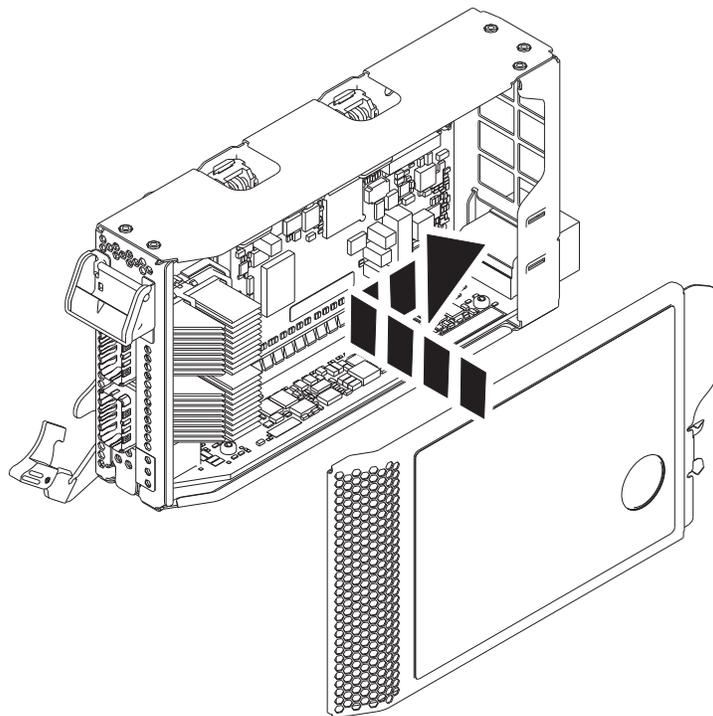

図 8. PCIe アダプター・カセット・カバーの再取り付け
- a. 図 8 に示すように、カセット・カバーをカセットの位置に合わせてスライドさせます。